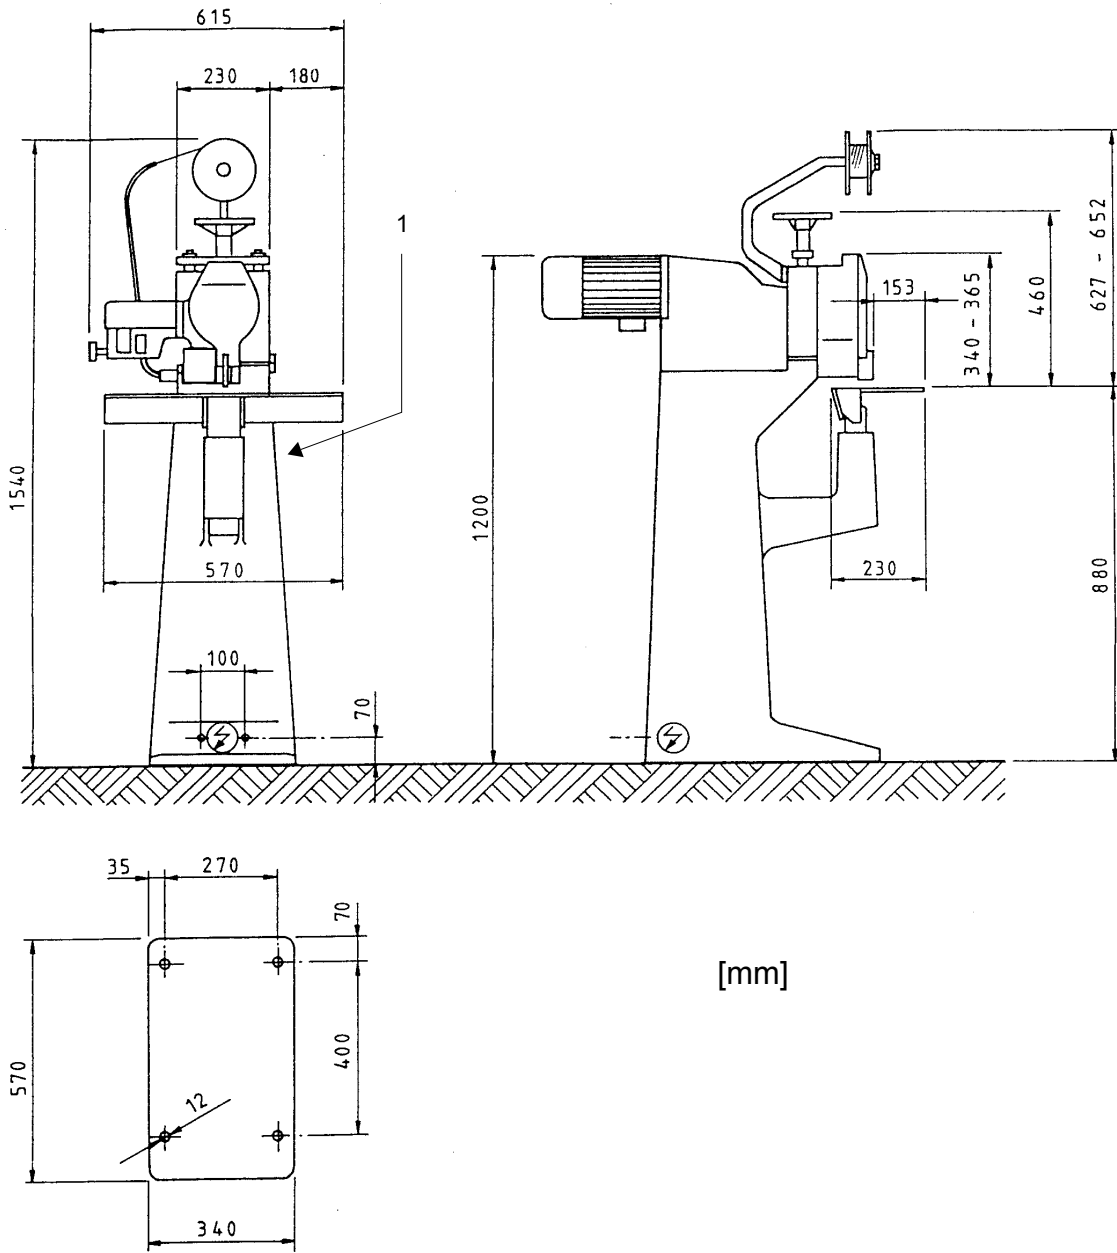

Fig. 2.1
- Fig. 2.1 -
La targhetta ed il contrassegno CE si trovano sotto all'interruttore generale - Fig. 2.1 -, pos. 1.